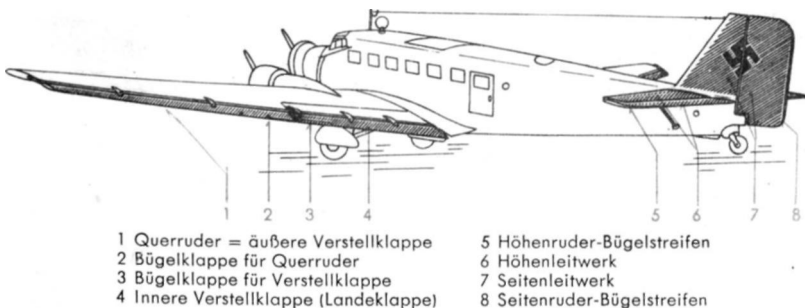

Abb. 1 Übersicht des Leitwerkes
Das Leitwerk (Abb. 1) besteht aus Höhenleitwerk (6), Seitenleitwerk (7), den Querrudern (1) und den Verstellklappen (4). Das Höhenleitwerk und die Querruder sind mit Wellenkammer-Gummi-Enteisern ausgerüstet. Die beiden Höhenruderhälften sowie das Seitenruder sind mit Bügelstreifen versehen. Die Querruder und Verstellklappen haben Bügelklappen, die im Stand des Flugzeuges verstellbar sind.